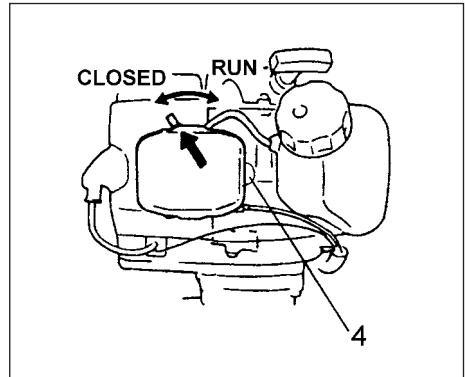

Fig. 2-3
*Pumpa på handpumpens blåsa (4) tills bränslets strömmar in i blåsan eller returledningen(5). (om sådana finns). (Fig. 2-3)
3. Skjut chokereglaget till stängt läge. (Fig. 2-3)
5. När motorn visar tecken till att starta, öppna chokereglaget och drag återigen kraftigt i starthandtaget.(Fig. 2-3)